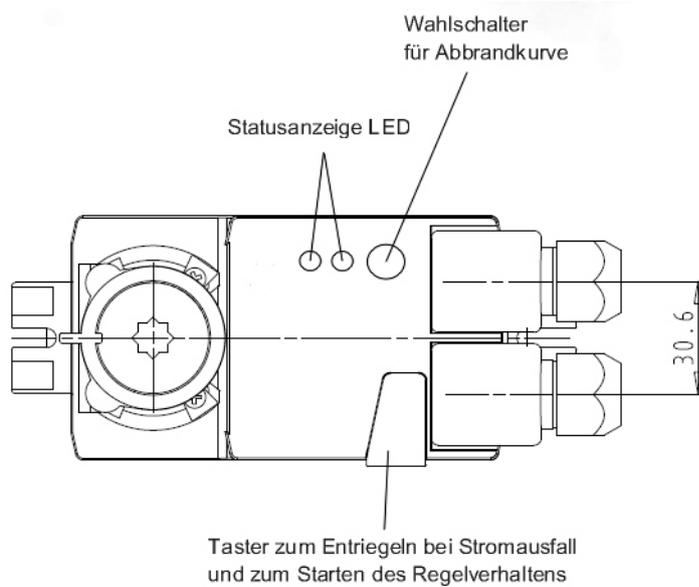

Abbildung 6, Compact Regeleinheit Draufsicht
Vor der ersten Inbetriebnahme kann die für die Feuerstätte optimale Regelkurve ausgewählt. Die Einstellung erfolgt durch den Wahlschalter für die Abbrandkurve (s. Abbildung 6, Compact Regeleinheit Draufsicht) bzw. das optionale Display.
- Drücken des Start-Tasters an der Regeleinheit (s. Abbildung 6, Compact Regeleinheit Draufsicht)
Um die Feuerstätte auch während eines Stromausfalles zu nutzen, kann die Zuluftklappe von Hand geöffnet werden. Hierzu wird der Stellantrieb durch drücken der Start-Taste (s. Abbildung 6) entriegelt und die Zuluftklappe kann von Hand geöffnet werden.